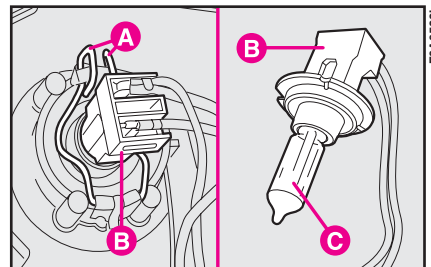

fig. 20
2) Sganciare le molle **A-fig. 20**, sfilare il connettore **B** ed estrarre la lampada **C**.